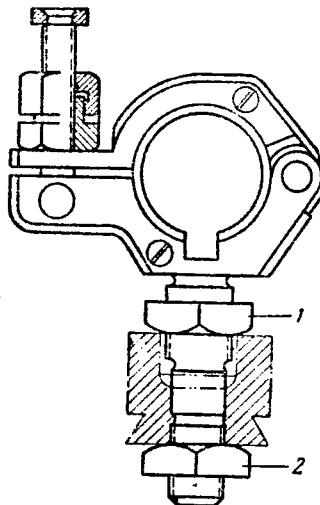

Рис. 2. Державка телескопического прицела:
- б) вращая гайки 1 и 2 державки телескопа (рис. 2), передвигать державку вверх или вниз до тех пор, пока горизонтальная нить перекрестия не совместится с точкой наводки;